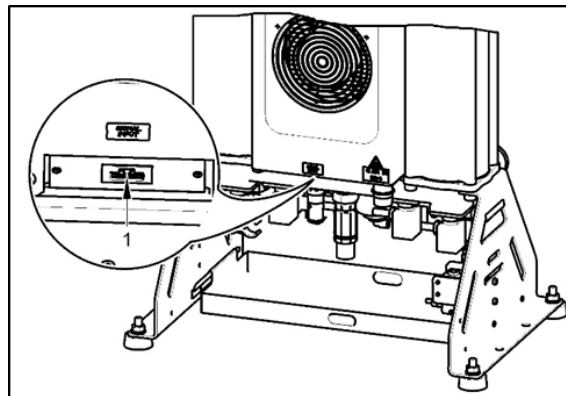

Fig. 16: Raccordement du faisceau de commande et du cordon d'alimentation
- Vérifiez que la commande du sécheur et le câblage du signal d'alimentation du compresseur sont raccordés. (Fig. 16).